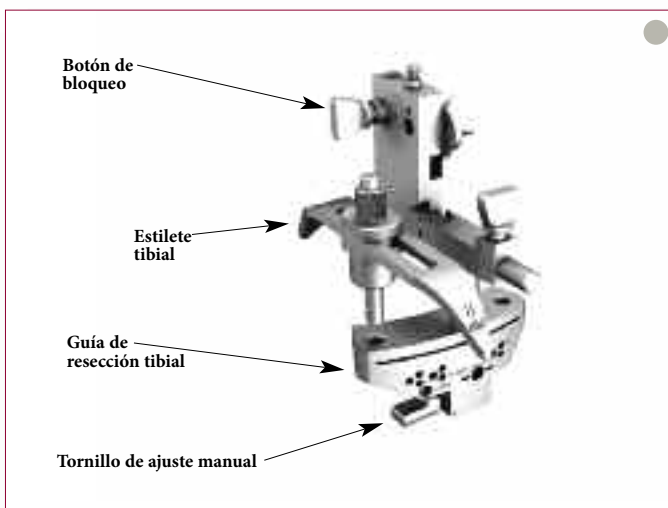

Figura 55
- ▶ Conecte el estilete tibial a la guía de resección tibial, al presionar el botón de la parte superior del estilete tibial, introduciéndolo en el orificio medial o en el lateral de la parte superior de la guía de resección tibial, y al soltar el botón para fijar el estilete en la posición correcta (Figura 55).